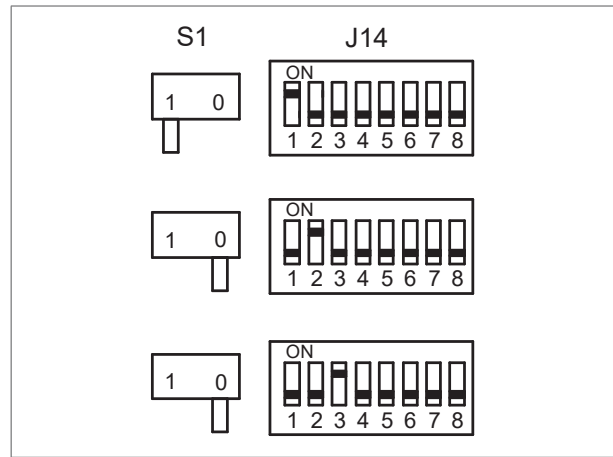

Figure 12 - Positions des commutateurs S1 et J14 pour les trois premiers aérothermes d'un système
1. Positionner comme suit les commutateurs S1 et J14 du module de commande (figure 12) :